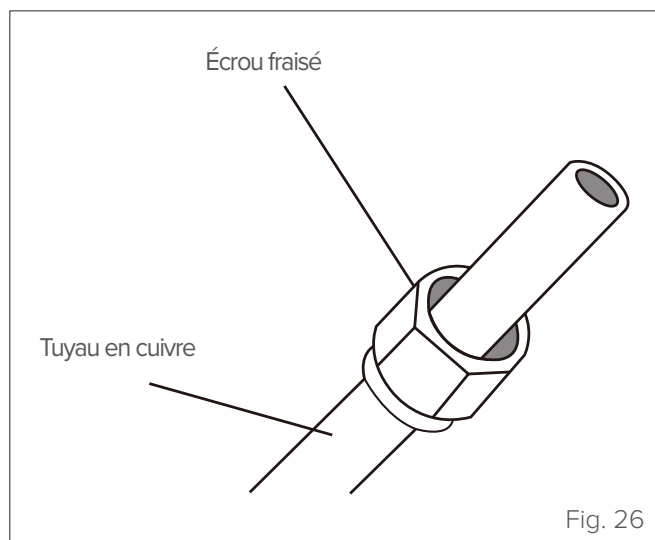

Fig. 26
- 3 Placer un écrou fraisé à chaque extrémité du tuyau. S'assurer que les écrous sont orientés dans le bon sens, car après l'évasement, il ne sera plus possible de les appliquer ou de changer leur direction (voir «Fig. 26»).